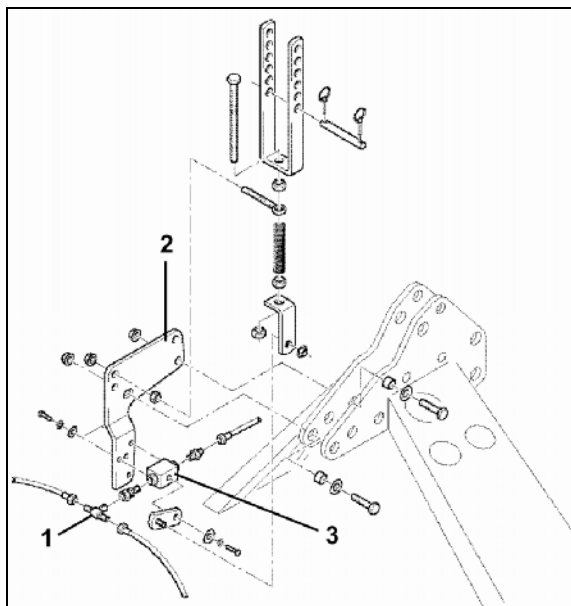

Рис. 53
4. Отсоедините гидравлический шланг от тройника (Рис. 53/1).
5. Приверните держатель клапана (Рис. 53/2) в верхней точке присоединения почвообрабатывающего агрегата.
6. Приверните гидравлические шланги к клапану (Рис. 53/3), подведите гидравлический шланг к трактору и подсоедините его к управляющему клапану одностороннего действия.